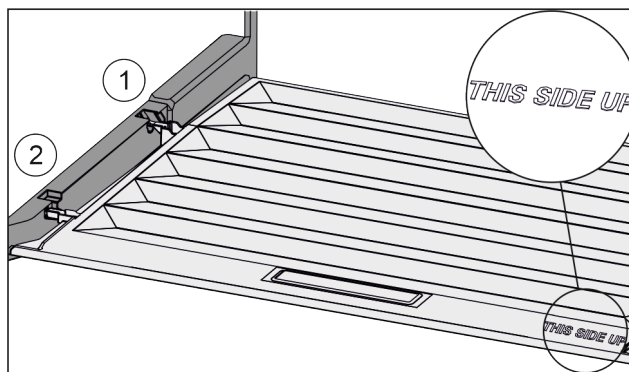

Fig. 97
- ▶ Ramiona pokrywy wprowadzić ponad otworem tylnego uchwyty Fig. 97 (1) i zażebić z przodu w uchwycie Fig. 97 (2).